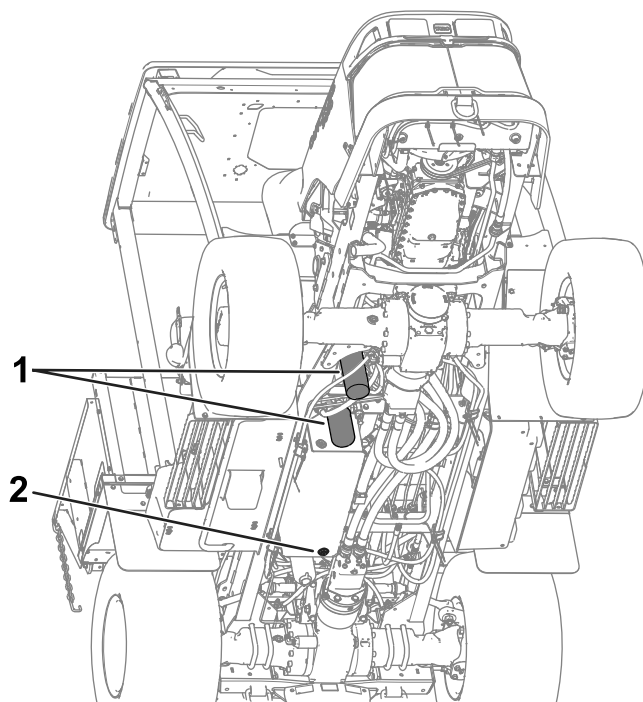

Figure 116
5. Enlevez le bouchon de vidange au fond du réservoir et faites couler l'huile dans le bac de vidange (Figure 116).
8. Placez un bac de vidange sous le filtre et enlevez le filtre (Figure 116).